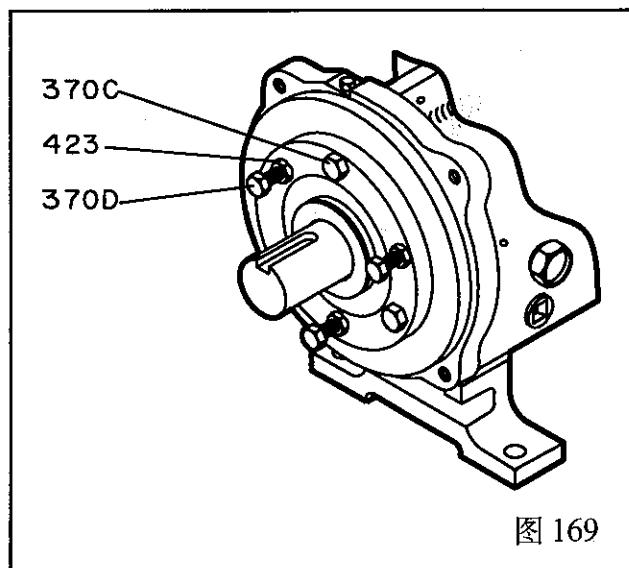

图 169
5. 拧松紧固螺栓(370C)及推顶螺栓(370D)(图169)。用塞尺测量叶轮(101)和密封腔 / 填料函(184)之间的间隙。当间隙达到0.030英寸(0.76mm)时, 拧紧紧固螺栓(370C), 推顶螺栓(370D)以及锁紧螺母(423)(图169)。